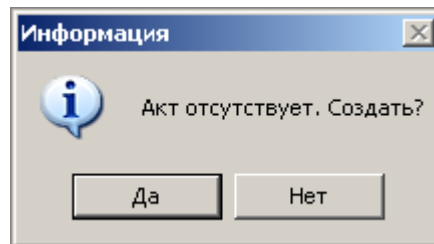

Рис. 1. Диалоговое окно
- выделите нужный объект и в содержательной части нажмите на кнопку . В случае, если для данного объекта не создано ни одного акта, появится диалоговое окно **Акт отсутствует. Создать?** Нажмите **Да** (см. рис. 1).